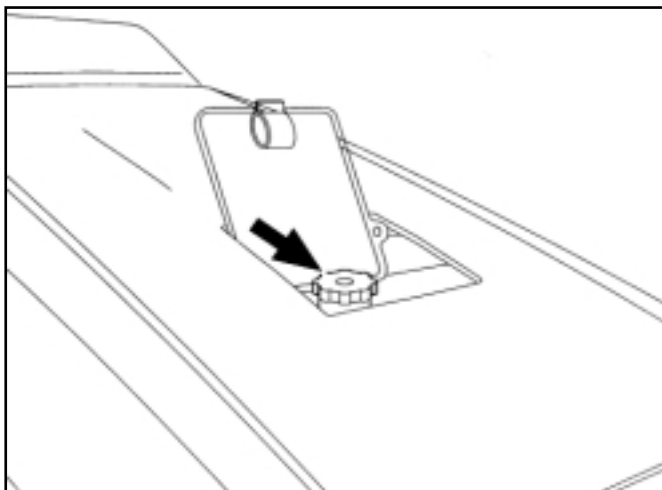

FIG. 107 / ABB. 107 / FIG. 107
1. Enlevez prudemment le bouchon (Fig. 107) du réservoir pour laisser échapper la pression. Ne JAMAIS ajouter un liquide froid à un système chaud.
1. Zum Prüfen des Kühlmittelstandes zuerst den Kühlerdeckel (Abb. 107) langsam aufschrauben, damit der Druck entweichen kann. **KEINESFALLS** Kühlmittel in das heiße System einfüllen.
1. Om het peil van de koelvloeistof te controleren verwijdert u eerst voorzichtig de radiatordop (Fig.107), zodat de druk kan ontsnappen. **GIET GEEN** koude koelvloeistof in een heet systeem.